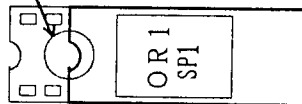

図2
- (2) ROMの向きに注意し、図2のようにICソケットの右端に寄せて差し込みます。
- (3) ROMの足を曲げないように確実に差し込んでください。